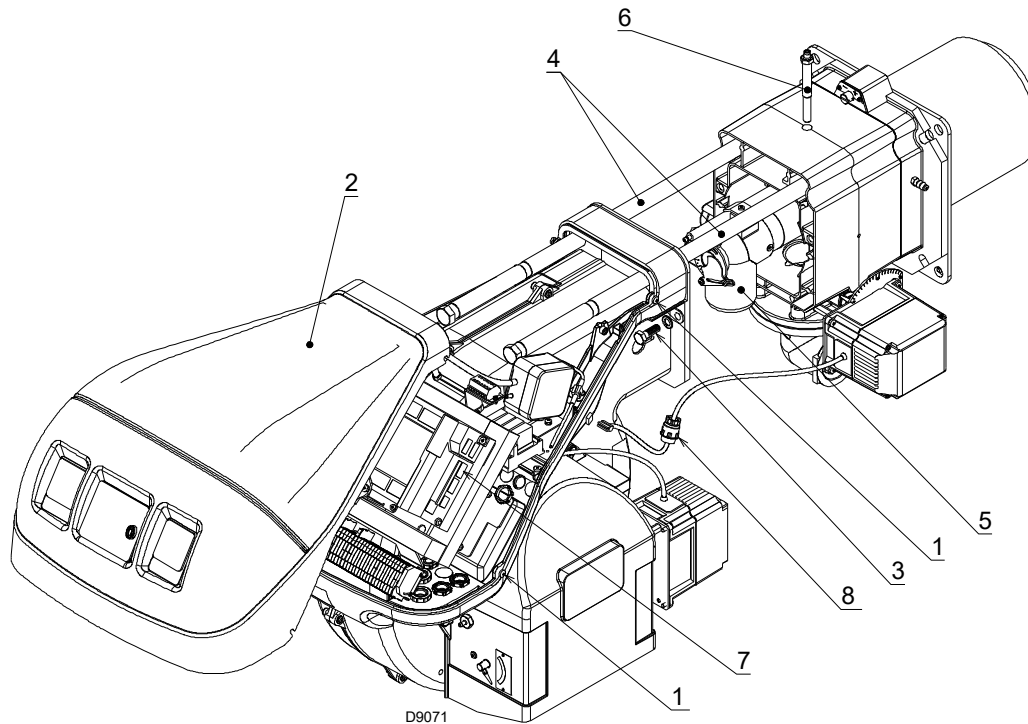

Fig. 39
- Loosen the 4 screws 1)(Fig. 39) and remove the hood 2).